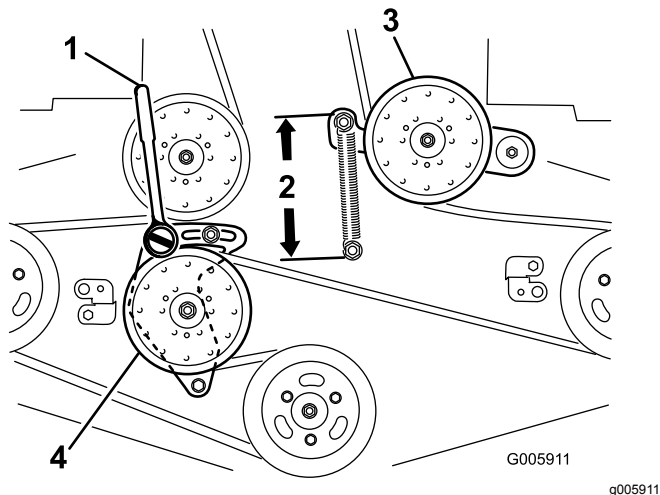

Figura 90
6. Desaperte o braço intermédio fixo e ajuste-o para aliviar a tensão da correia Figura 90
9. Utilize um roquete com uma extensão curta ou barra de torção no orifício quadrado no braço intermédio fixo (Figura 90).
11. Para aumentar a tensão da correia, rode o roquete ou a barra de torção no sentido contrário ao dos ponteiros do relógio para mover o braço intermédio fixo até haver 16,5 cm entre os ganchos da mola (Figura 90).